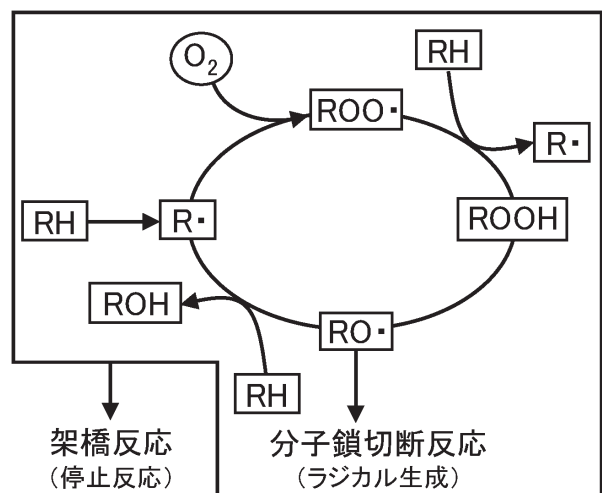

図4 ゴムの自動酸化反応
ゴムの酸化劣化は主に図4に示す自動酸化反応により進行し⁹⁾、オゾン劣化と明確に区別される。自動酸化反応は、ポリマー (RH) に熱、光、応力などが作用しポリマーラジカル (R \cdot) を生成する開始反応から始まり、不安定なポリマーラジカルは酸素と速やかに反応しペルオキシラジカル (ROO \cdot) を生成する。ペルオキシラジカルはポリマーと反応してヒドロペルオキシド (ROOH) とポリマーラジカルを生成するが、ヒドロペルオキシドは分解してアルコキシルラジカル (RO \cdot) を生成し、アルコキシルラジカルはポリマーと反応して再びポリマーラジカルを生成する。これらの反応が連鎖的に進行する過程で、ゴムの架橋反応 (停止反応) と分子鎖切断反応の双方が生じており、架橋反応が優勢であればゴムは硬化、分子鎖切断反応が優勢であればゴムは軟化する。酸化劣化もオゾン劣化と同様にジエン系ゴムで